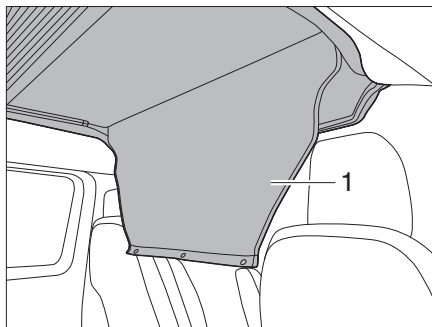

Bild 11 Durchstiegsabdeckung abrollen
- Durchstiegsabdeckung (Bild 11,1) abrollen.
- Durchstiegsabdeckung (Bild 11,1) mit Druckknöpfen schließen.